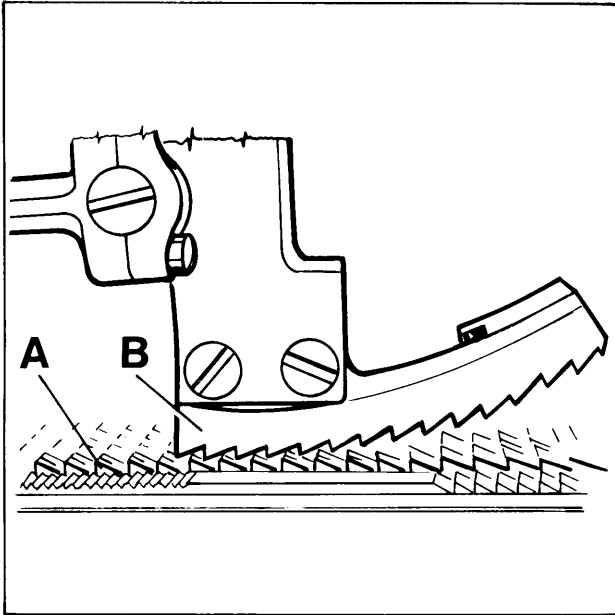

Fig. 19
Simultaneously the upper feed dog (B, Fig. 19) should be positioned so that the tips of its teeth engage with the tooth spaces of the lower feed dog (A), without contacting it. When the lower feed dog (A) is in its highest and the upper feed dog (B) in its lowest point of travel, there must be a small gap between both feed dogs.
Gleichzeitig muß der Obertransporteur (B, Fig. 19) so positioniert sein, daß die Spitzen seiner Zähne in die Zahnlücken des unteren Transporteurs (A) eingreifen, ohne diesen zu berühren. Wenn der untere Transporteur (A) in der höchsten und der Obertransporteur (B) in der untersten Stellung seiner Bewegung ist, muß zwischen beiden Transporteuren ein Luftspalt sein.
On the return travel, the upper feed dog should lift so high that no fabric will be pulled against the sewing direction. The motion should be set so that the rear four teeth of the upper feed dog (B, Fig. 19) remain approx. 1/3 of their height in the presser foot slots when lifting.
For adjustment loosen the two screws (H, Fig. 19) and raise the supporting yoke (J) when the upper feed dog should lift more or lower it when it should lift less. Retighten screws (H).
Zum Einstellen lösen Sie die beiden Schrauben (H, Fig. 19) und stellen das Stützlager (J) höher, wenn der Obertransporteur mehr oder tiefer, wenn er weniger abheben soll. Ziehen Sie die Schrauben (H) wieder an.